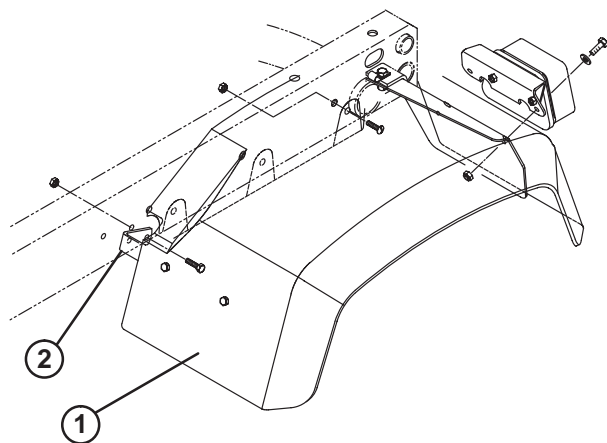

Bild 2
4. Nehmen Sie an der linken Seite die beiden Schrauben, Scheiben und Muttern ab, mit denen die Befestigungshalterung des Rücklichts an der Rücklichtplatte befestigt ist (Bild 2).